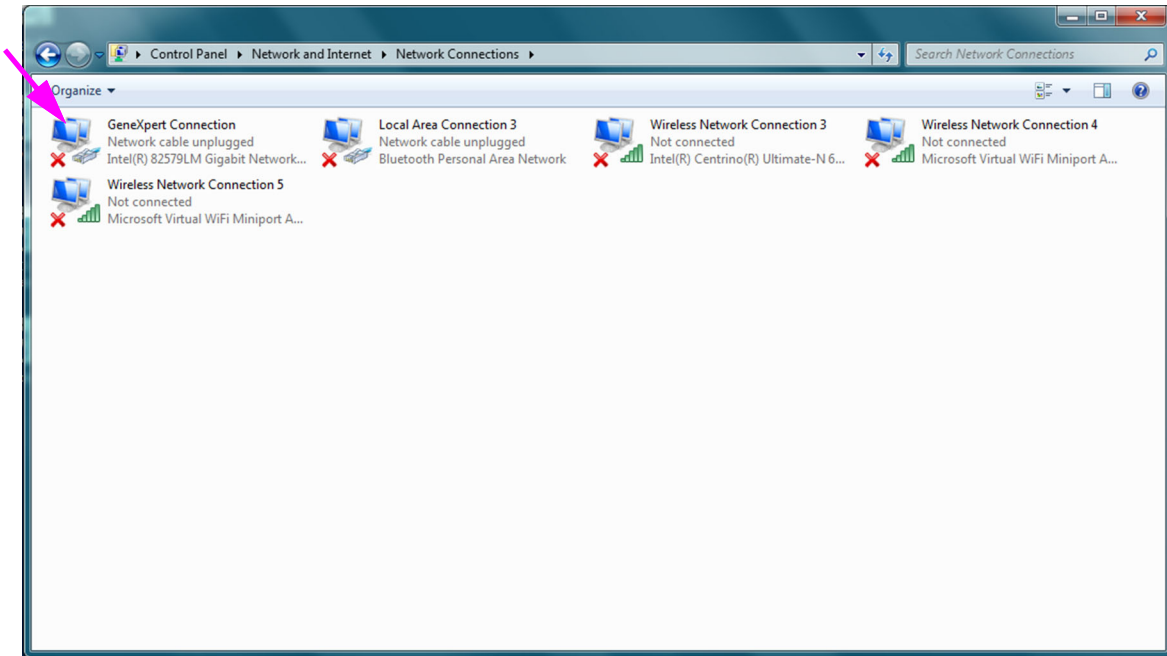

Abbildung 2-39. Bildschirm „Network Connections“ (Netzwerkverbindungen)
5. Klicken Sie auf **Change adapter settings (Adaptereinstellungen ändern)**. Der Bildschirm **„Network Connections“ (Netzwerkverbindungen)** wird angezeigt. Siehe Abbildung 2-39.